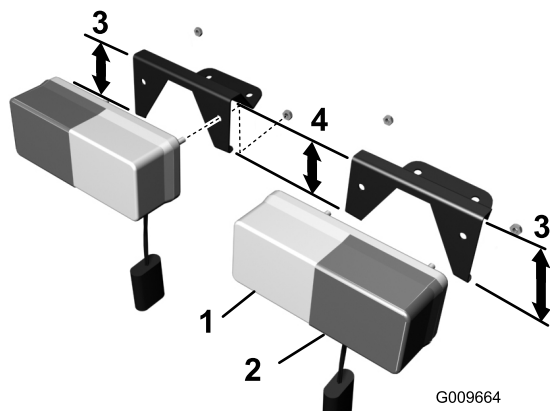

Рисунок 5
2. Найдите кронштейны левого и правого световых сигналов. Кронштейны определяются по углу лицевой пластины и более длинной стойке, которая всегда будет находиться снаружи (Рисунок 5).
3. Совместите каждый световой сигнал с соответствующим кронштейном так, чтобы янтарная (сигнальная) лампа всегда была снаружи (Рисунок 5).